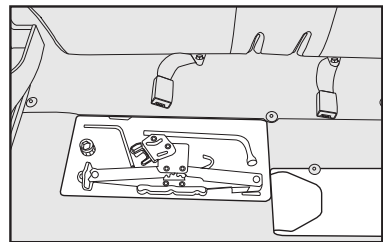

fig. 4
- Soltar as ferramentas e remover o macaco fig. 4, puxando-o de sua sede.